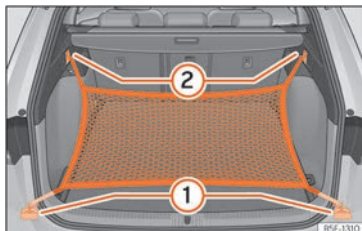

Abb. 133 Im Gepäckraum: Ösen ① und Haken ② zum Einhängen des Gepäckraumnetzes.
- Hängen Sie die kurzen Haken des Netzes in die Verzurrösen » » Abb. 133 ① » » ⚠ ein. Der Reißverschluss des Gepäckraumnetzes muss dabei nach oben zeigen.
- Befestigen Sie die Spanngurte in den Taschenhaken ②.